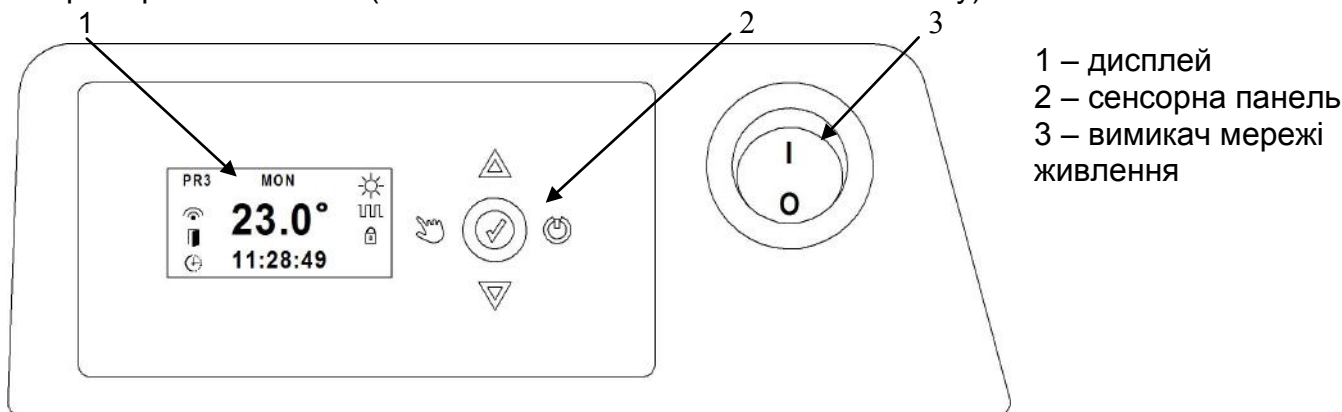

Рис. 5
5.1.1 Вставте вилку шнура електроживлення конвектора в розетку електромережі. Переведіть клавішу вимикача мережі живлення (див. рис. 5) в положення I. Засвітиться дисплей на панелі управління, на дисплеї відобразиться температура оточуючого середовища. Конвектор готовий до роботи.